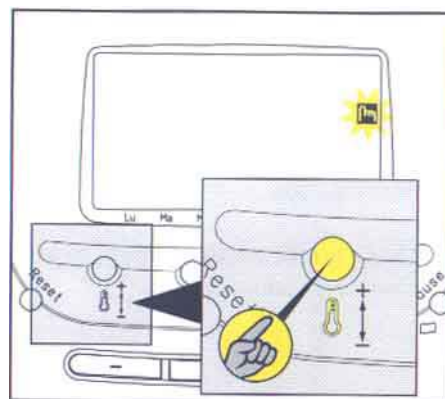

Рисунок 18
Для включения режима управления котлом (рис. 18):
- 3) На дисплее будет отображаться следующее (рисунок 18):